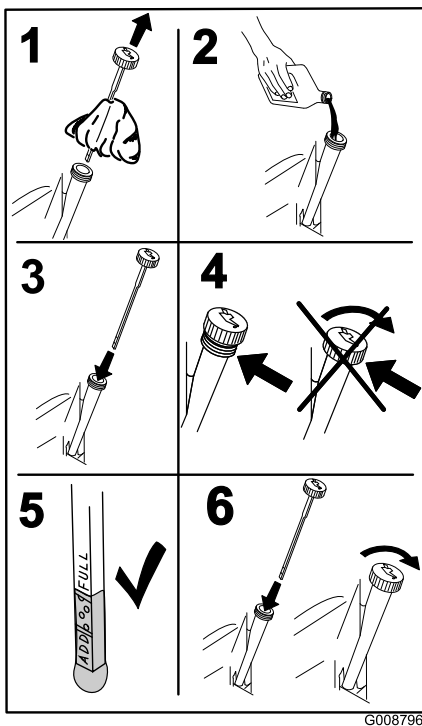

Figura 44
4. Vierta lentamente un 80% aproximadamente del aceite especificado por el tubo de llenado, luego añada lentamente el resto del aceite hasta que llegue a la marca Full (Figura 44).